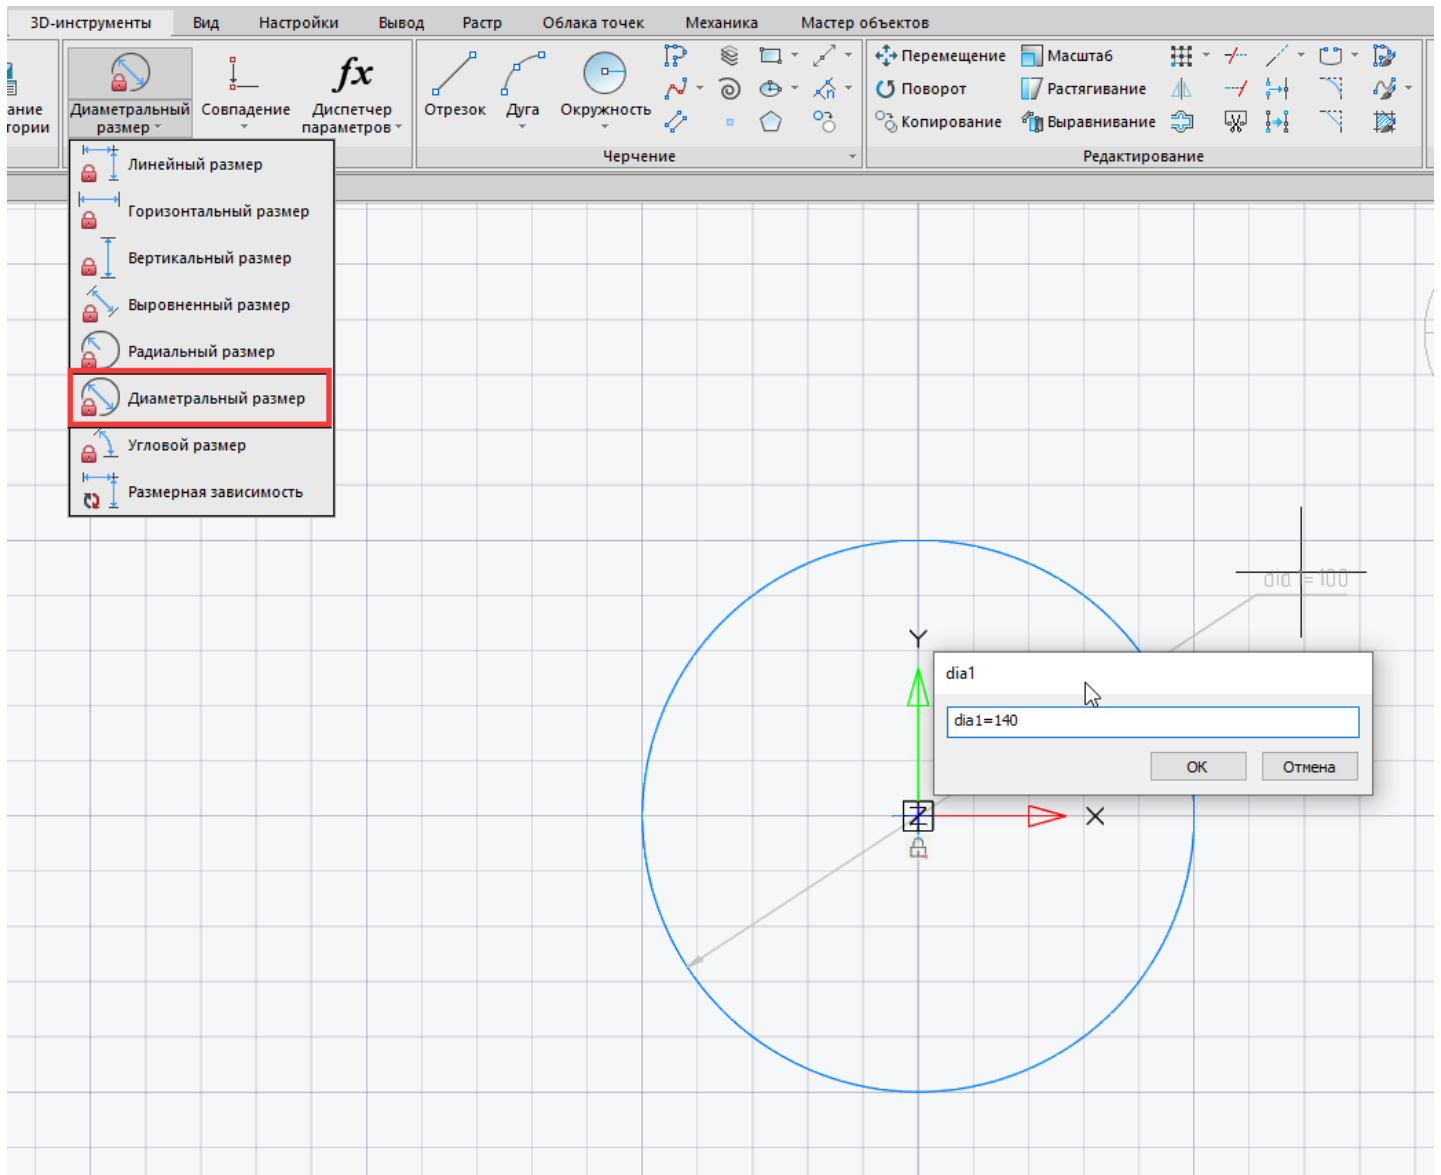

Рис. 6. Задание значения размера окружности с использованием параметризации
2.3. На вкладке *3D-инструменты* выберите *Диаметральный размер* и укажите построенную окружность. В появившемся окне введите значение диаметра: 140. Нажмите *ОК* (рис. 6).